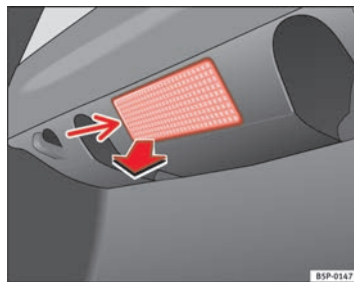

Fig. 192 Luz maletero
- Extraiga la tulipa haciendo presión sobre el borde de la parte interior de la misma -flecha- con ayuda de un destornillador por su parte plana ⇒ fig. 192. ►